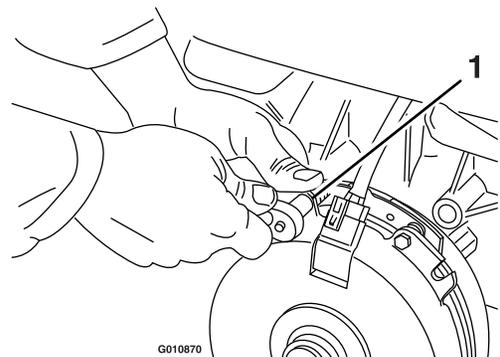

図 68
A. 図 68に示すように、両方のブレーキ取り付けボルトを1/2-1回転緩める。